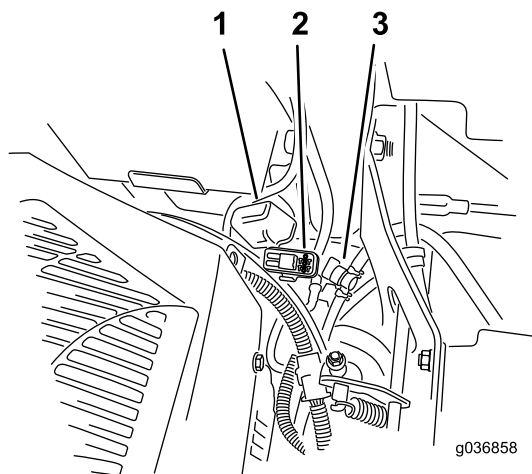

Bild 57
Hinweis: Achten Sie bei Maschinen des Typs MyRide darauf, dass das Erdungskabel nicht am Längslenker oder an der unteren Stoßdämpferbrücke scheuert (Bild 57).
Die Sicherungen befinden Sie rechts am Armaturenbrett neben dem Sitz (Bild 57).
- Setzen Sie eine neue Sicherung ein (Bild 57).